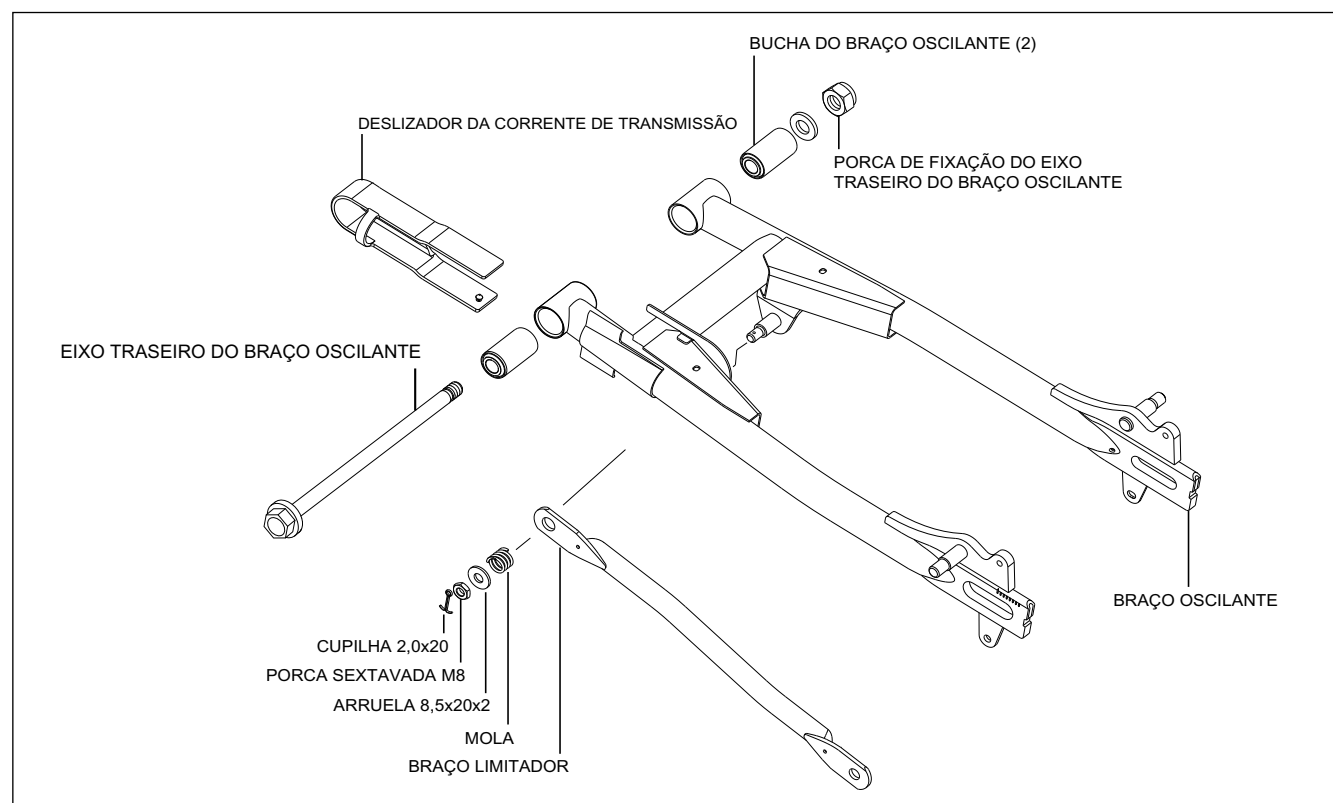

Fig. 6.88
- Monte e instale o conjunto do braço oscilante, na ordem inversa da remoção. Consulte vista explodida (Fig. 6.88) para detalhes de montagem.